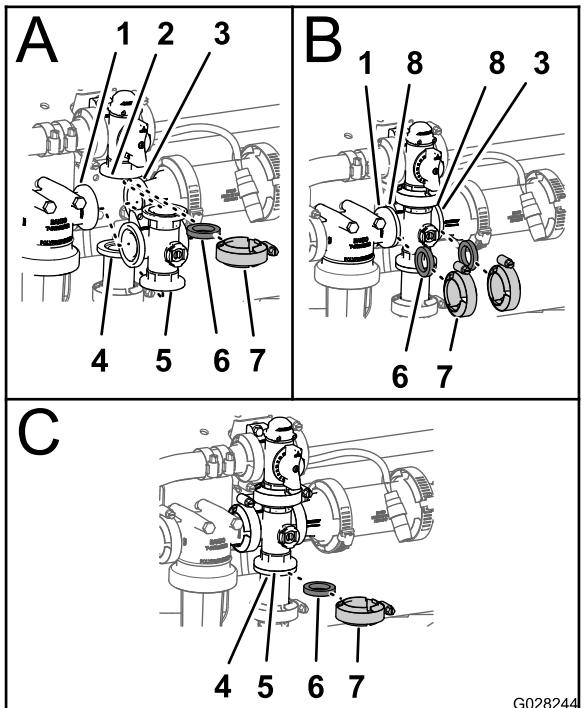

图143
- 将搅拌旁通阀凸缘、1个垫片与搅拌阀歧管的端盖接头凸缘对齐 图143。
- 用夹具组装搅拌旁通阀、垫片和搅拌阀歧管并用手紧固 图143。
- 在压力式滤清器头的凸缘与搅拌阀歧管之间放1个垫片 图143。
- 用夹具组装压力式滤清器头、垫片和搅拌阀歧管并用手紧固 图143。
- 在搅拌阀歧管凸缘与异径管连接头之间放1个垫片 图143。
- 用夹具组装搅拌阀歧管、垫片和异径管连接头并用手紧固 图143。
- 在搅拌阀歧管凸缘与搅拌节流阀安装座接头之间放1个垫片 图143。
- 用夹具组装搅拌阀歧管、垫片和适配器接头并用手紧固 图143。